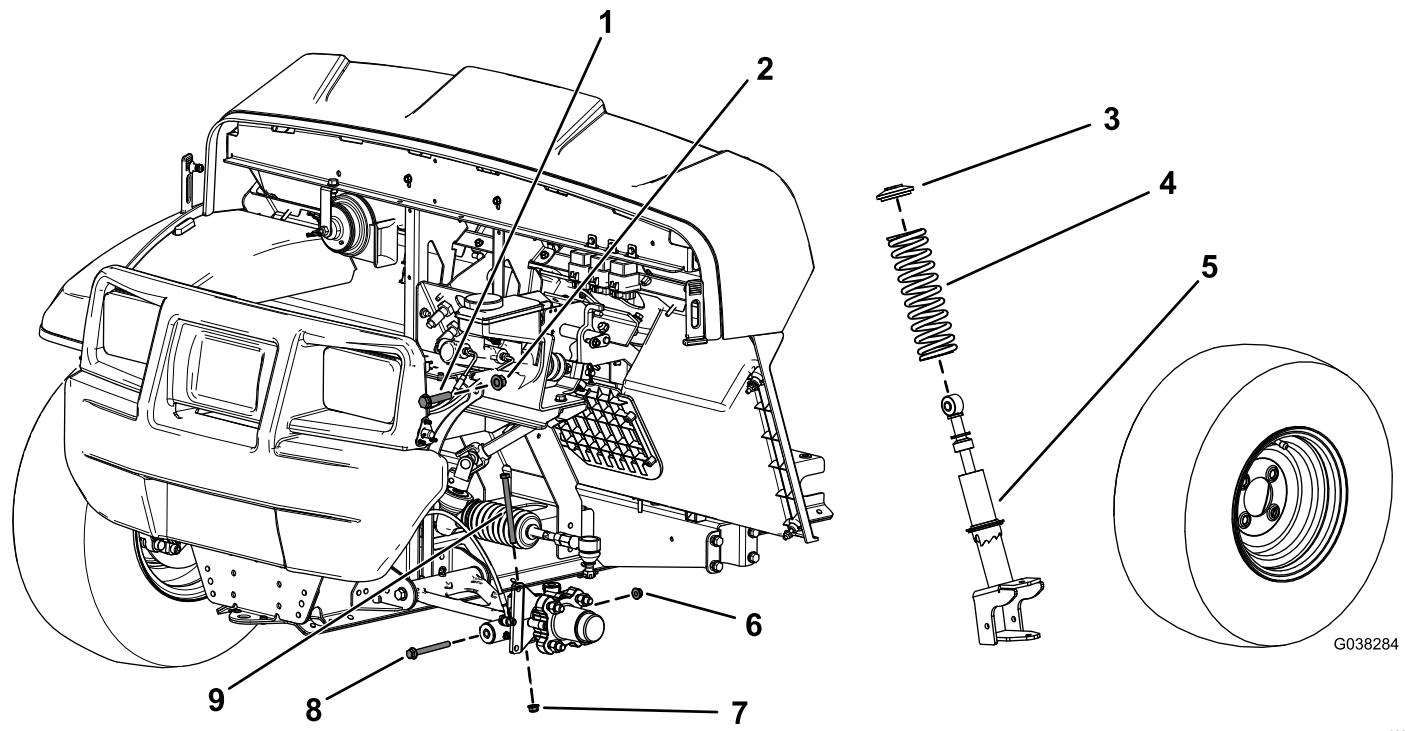

Figure 101
3. Retirez le boulon à tête hexagonale (3/8" x 4¾") et l'écrou à embase (3/8") de la fusée (Figure 101).
4. Retirez le boulon à tête hexagonale (3/8" x 3½") et l'écrou à embase (3/8") du bras de commande (Figure 101).
5. Retirez le boulon à tête hexagonale (½" x 2¼") et le contre-écrou (1/2") qui fixent la jambe de suspension au cadre supérieur (Figure 101).
6. Déposez la jambe de suspension (Figure 101).
3. Déposez le ressort la jambe de suspension (Figure 101).
4. Installez le nouveau ressort sur la jambe de suspension existante (Figure 101).
2. Fixez la partie supérieure de la jambe de suspension au cadre avec le boulon à tête hexagonale supérieur (1/2" x 2 1/4") et le contre-écrou (1/2"), comme montré à la Figure 101.
4. Posez le boulon à tête hexagonale (3/8" x 4 3/4") et l'écrou à embase (3/8") sur la fusée (Figure 101).
6. Fixez la partie inférieure de la jambe de suspension au bras de commande avec le boulon à tête hexagonale supérieur (3/8" x 3 1/2") et l'écrou à embase (3/8"), comme montré à la Figure 101.